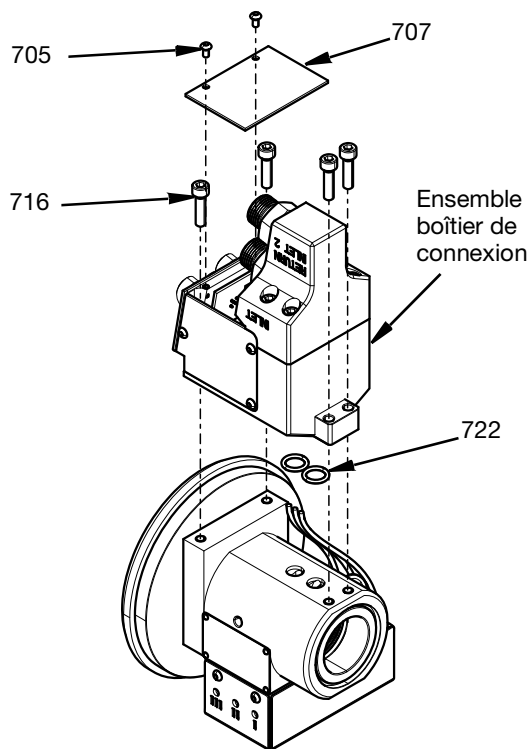

FIG. 24
4. L'ensemble du boîtier de raccordement est fixé au boîtier pivotant à l'aide de quatre vis M5 (716).
Serrez au couple de 6,5 N•m). La plaque du couvercle (707) est ensuite fixée à l'aide de deux vis M3 (705). Serrez au couple de 1,35 N•m. Les joints toriques usés (722) doivent être remplacés par des joints toriques neufs avant le remontage. Voir FIG. 24